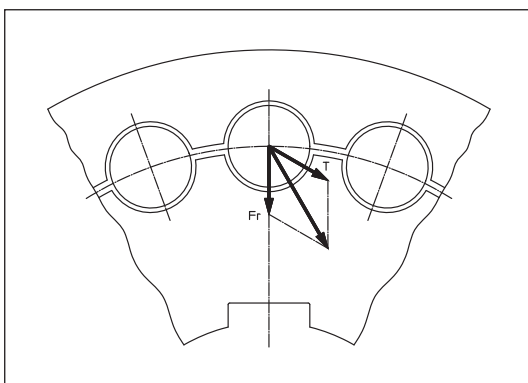

Fig. 6
*Os roletes absorvem em sua grande superfície de forma distribuída as forças de compressão resultantes do torque e da carga radial. Esta solução elimina o risco de uma fratura de dente resultante das forças de flexão no pé do dente. (Fig. 6)*